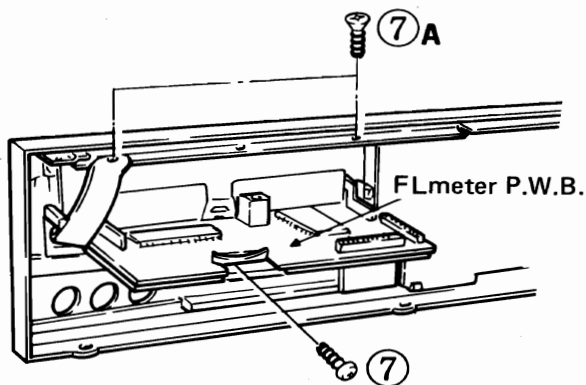

Fig. 4
5. **FL meter P.W.B. (Fig. 4)**